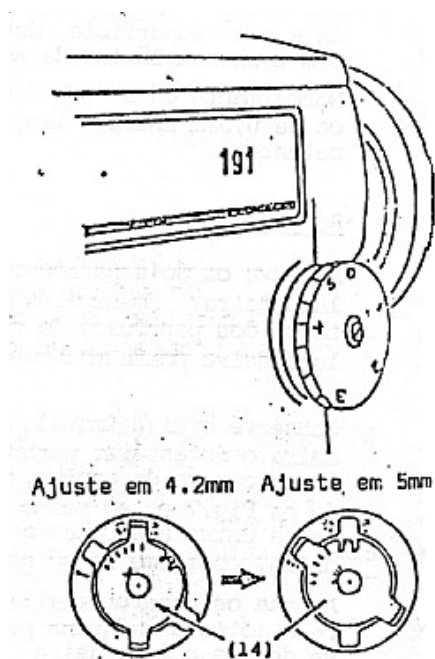

Fig. 11
Normalmente a máquina é ajustada para produzir um ponto de 4.2mm de comprimento máximo. Contudo, esse ajuste pode ser alterado para produzir um ponto de 5mm (5 p.p.p) substituindo-se a chapa (14) localizada no rebaixo traseiro do dial de regulagem do comprimento do ponto, conforme mostrado na Fig.11.